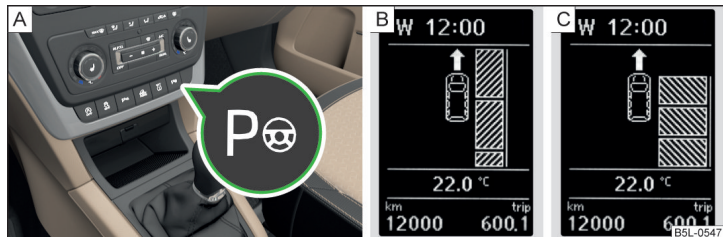

Fig. 139 Touche système/affichage sur le visuel
- Le processus de stationnement peut être interrompu à tout moment en appuyant sur la touche **P** » fig. 139 à la page 124 ou en tournant le volant.
L'affichage à l'écran peut être interrompu en appuyant sur la touche de symbole  » fig. 139 à la page 124.
➤ Appuyez **une fois** sur la touche  » fig. 139.
➤ Appuyez **deux fois** sur la touche  » fig. 139.
➤ Appuyez sur la touche symbole  » fig. 139 à la page 124.